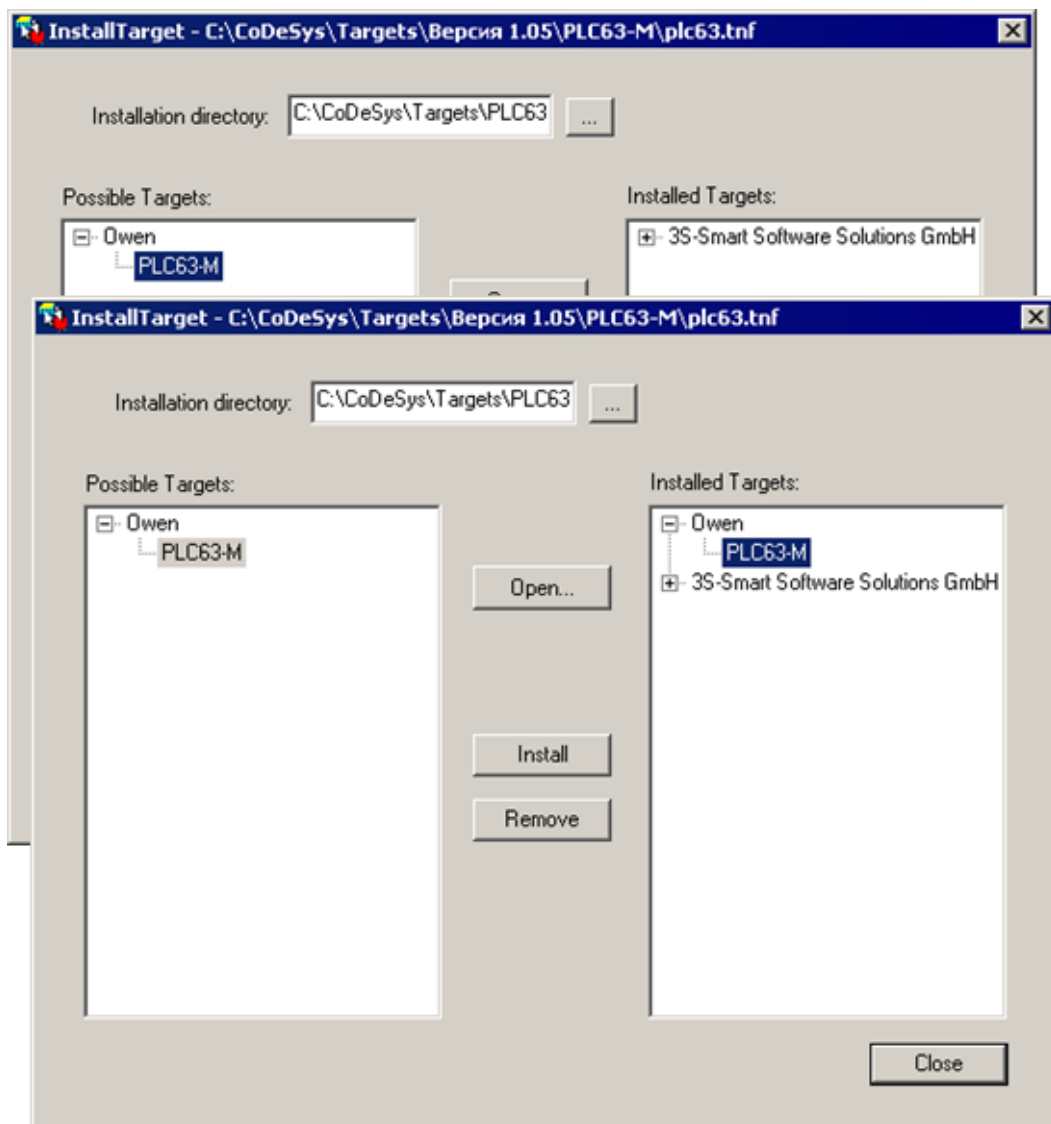

Рисунок 3.1 – Окно «InstallTarget» утилиты InstallTarget
- 2) В открывшемся окне утилиты «InstallTarget» окне (рисунок 3.1) – нажать кнопку «Open (Открыть)».
В поле «Installed Targets» отобразится перечень ранее установленных файлов (см. рисунок 3.1).
- 4) После того, как требуемый Taiget-файл выделен, следует нажать кнопку «Install». Taiget-файл будет инсталлирован на используемый ПК. В поле «Installed Targets» он отобразится в перечне установленных файлов (см. рисунок 3.1).